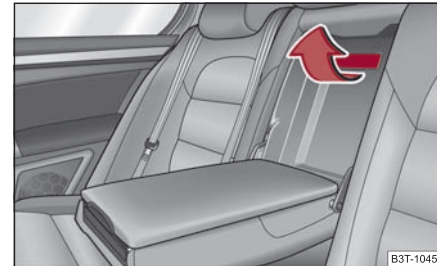

Abb. 120 Rücksitze: Griff des
- Ziehen Sie den Griff bis Anschlag nach oben und klappen den Deckel nach unten auf ⇒ Seite 103, Abb. 120.